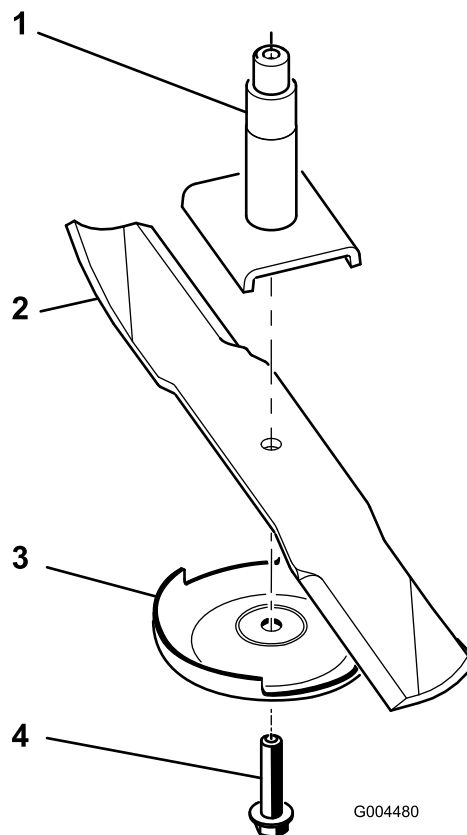

Figura 29
2. Togliete il bullone, la piastra antistrappo e la lama dall'asse del fusello (Figura 29).
- Nota:** Se la lama rimane in posizione orizzontale, è bilanciata e può essere utilizzata. Se la lama non è bilanciata, limate del metallo soltanto dalla costa (Figura 29). Ripetete la
1. Montate la lama sull'asse del mandrino (Figura 29).
2. Montate la piastra antistrappo e il bullone della lama (Figura 29).